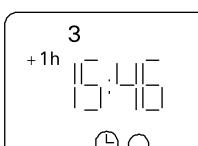

Рисунок 6.
- выставите минуты с помощью кнопки [m+]. Однократное нажатие кнопки [m+] добавляет одну минуту, постоянное нажатие ускоряет смену цифр. (Рис. 6)